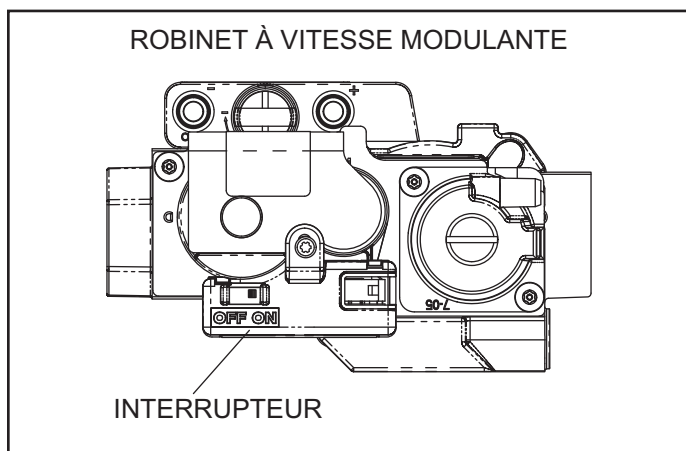

Figure 1. Vanne de gaz modulante
Voyez la Figure 1.
6. Placez l'interrupteur du robinet de gaz sur la position OFF (arrêt). Voyez la Figure 1.
8. Placez l'interrupteur du robinet de gaz sur la position ON (marche). Voyez la Figure 1.